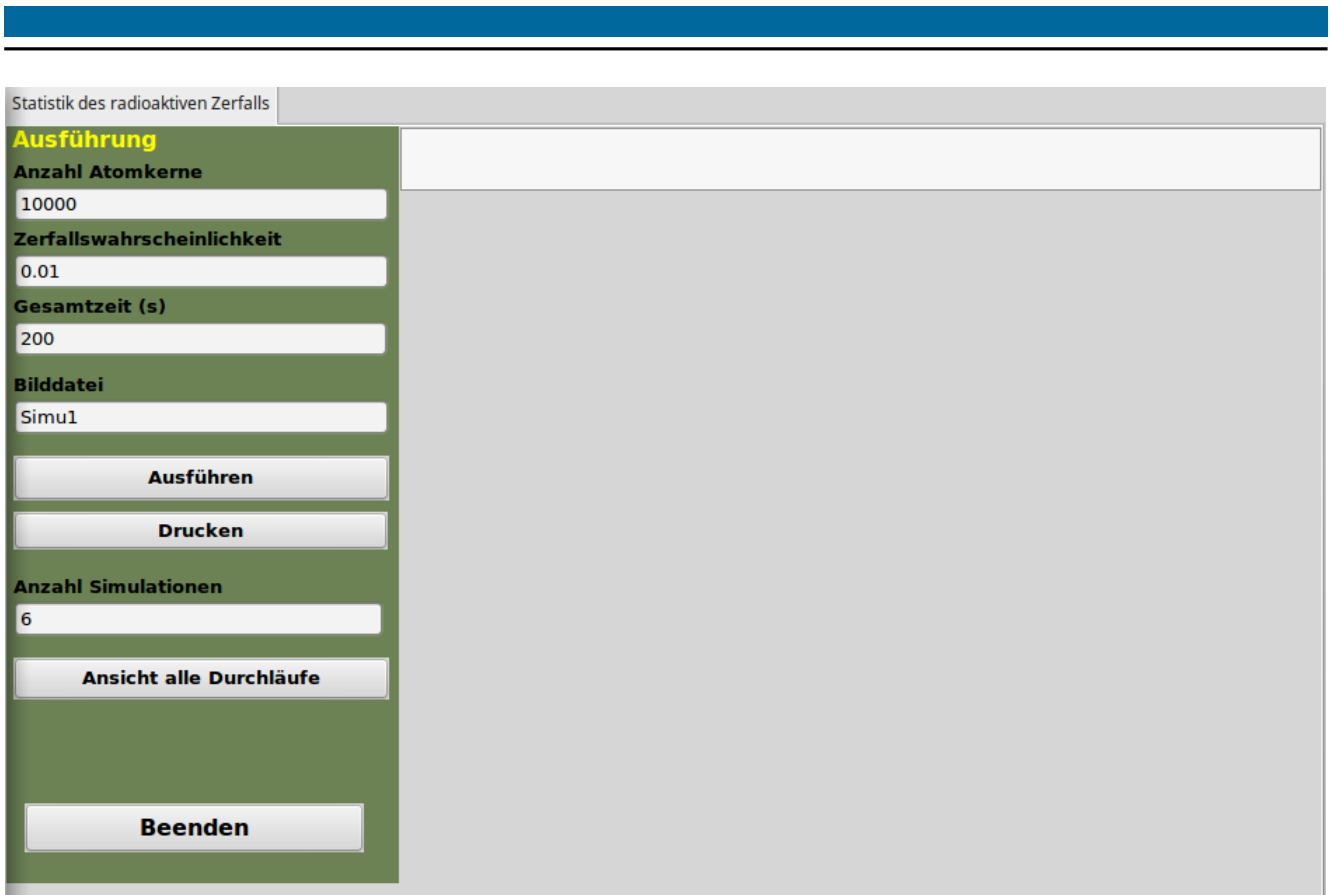

Abbildung 6: Ansicht der graphischen Oberfläche *K7GUI_Bin_Poi_Distr*.
2. Durch Doppelklick auf diese Datei starten Sie die graphische Oberfläche, siehe Abbildung 6.